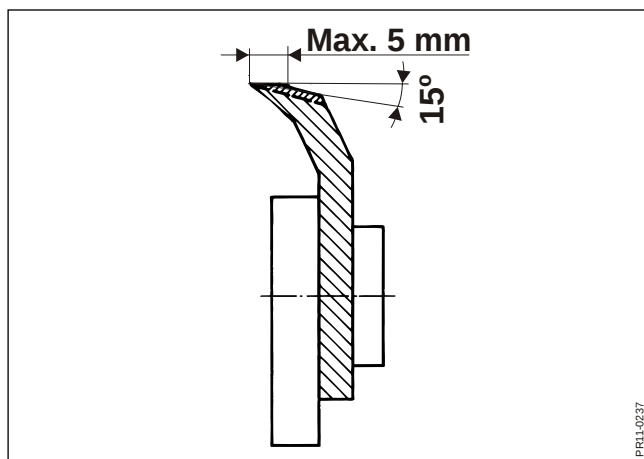

Fig. 5-5
- Fig. 5-5** För att undvika onödig kraftförbrukning under hackningen och extra stort slitage på slipstenen, skall man utföra en grovslipning eller avslipning av knivryggarna (bakkanten slipas ner i en vinkel på ca. 15°), när skärkanten är 5 mm bred eller mera.